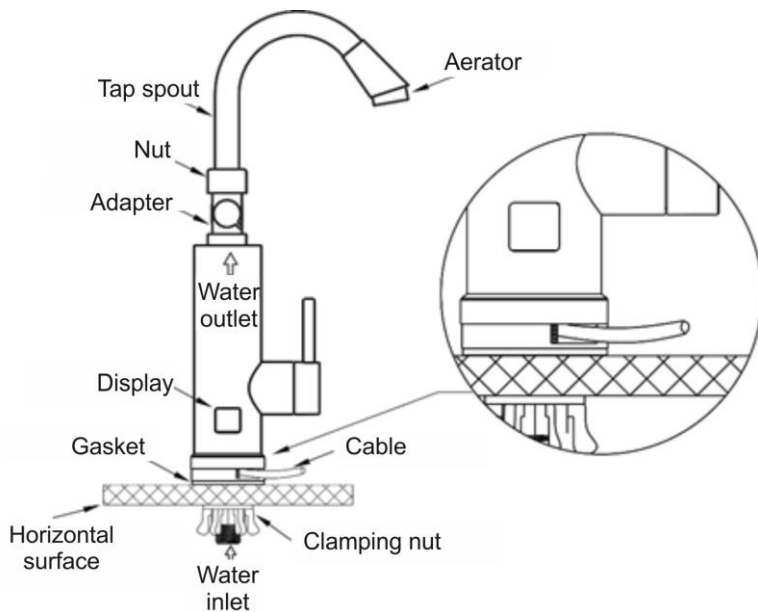
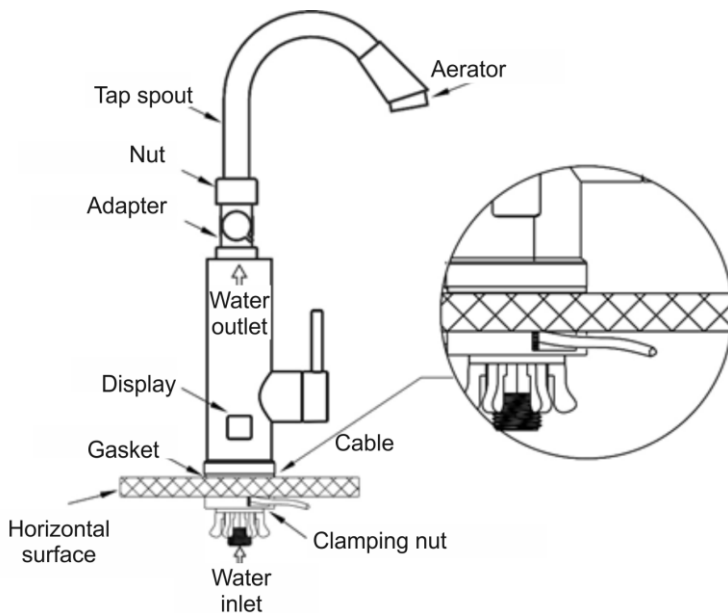

Abb. 1. Installation mit dem Ausgang des Netzkabels über der Spüle
Abb. 2. Installation mit dem Ausgang des Netzkabels unter der Spüle
2. Installieren Sie den Wasserhahn auf der Senke gemäß der ausgewählten Installationsoption gemäß dem Schema in Abbildung 1 oder Abbildung 2.